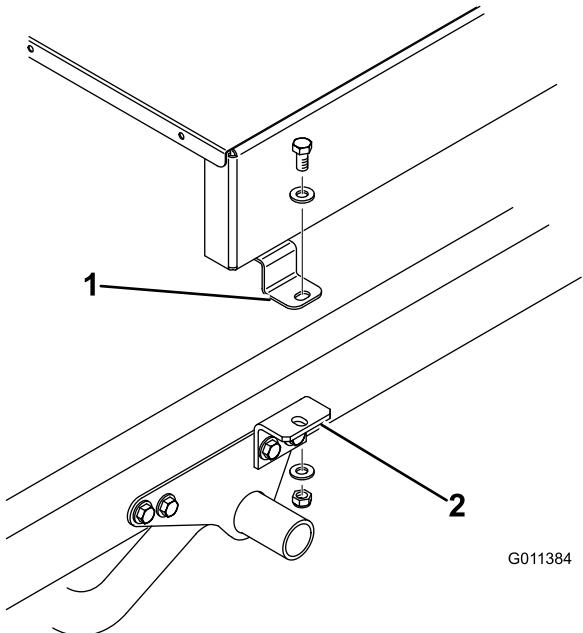
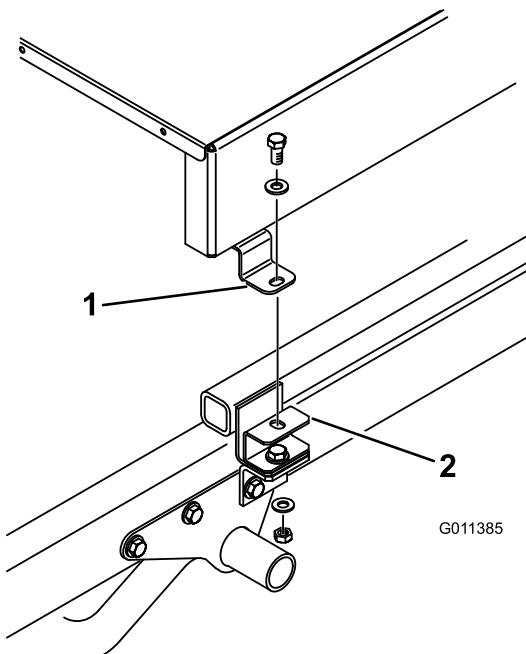

Рисунок 10
Рисунок 11
8. Прикрепите, не затягивая, верх каждого кронштейна навесного оборудования (Рисунок 10) или монтажной приставки (Рисунок 11) к монтажному выступу на каждой стороне пескователя с помощью болта $\frac{1}{2} \times 1$ дюйм, 2 плоских шайб и контргайки. Затяните все детали крепления.